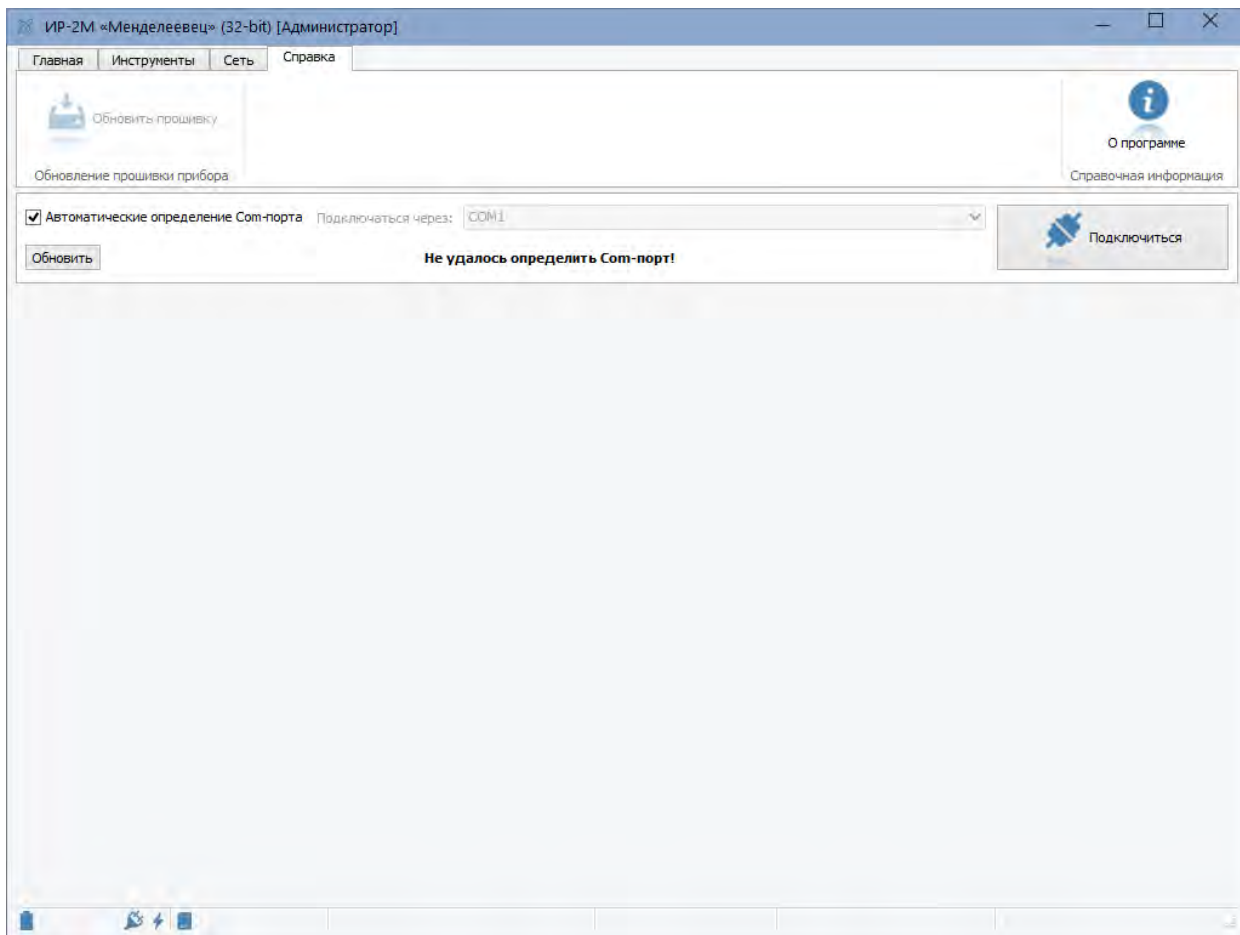
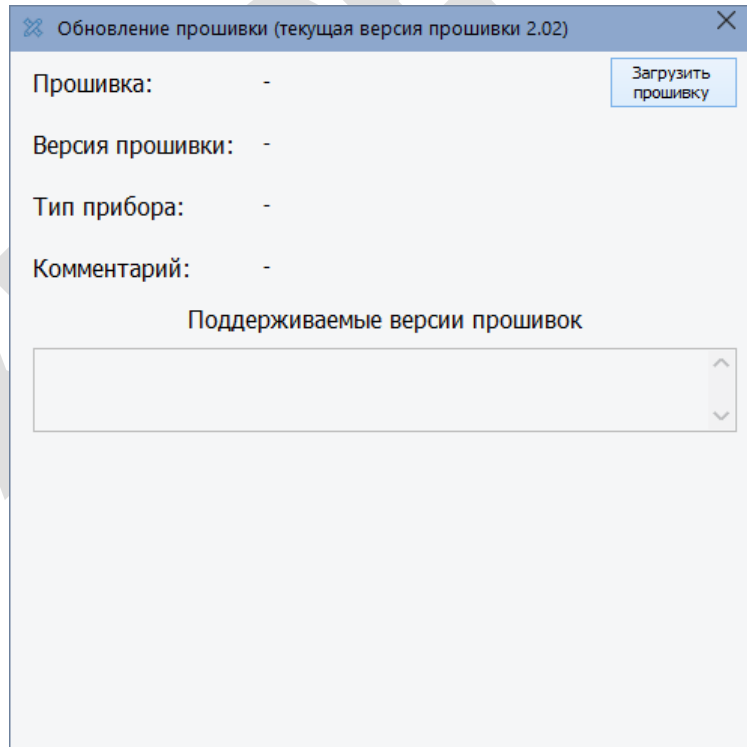

Рисунок 50 – Вкладка «Справка»
Рисунок 51 – Окно «Обновление прошивки»
3.10.4 Нажмите кнопку «Подключиться». Появятся текущие измерения. Перейдите на вкладку «Справка» и выберите «Обновить прошивку» (рисунок 50). После её нажатия появляется окно «Обновление прошивки» (рисунок 51).